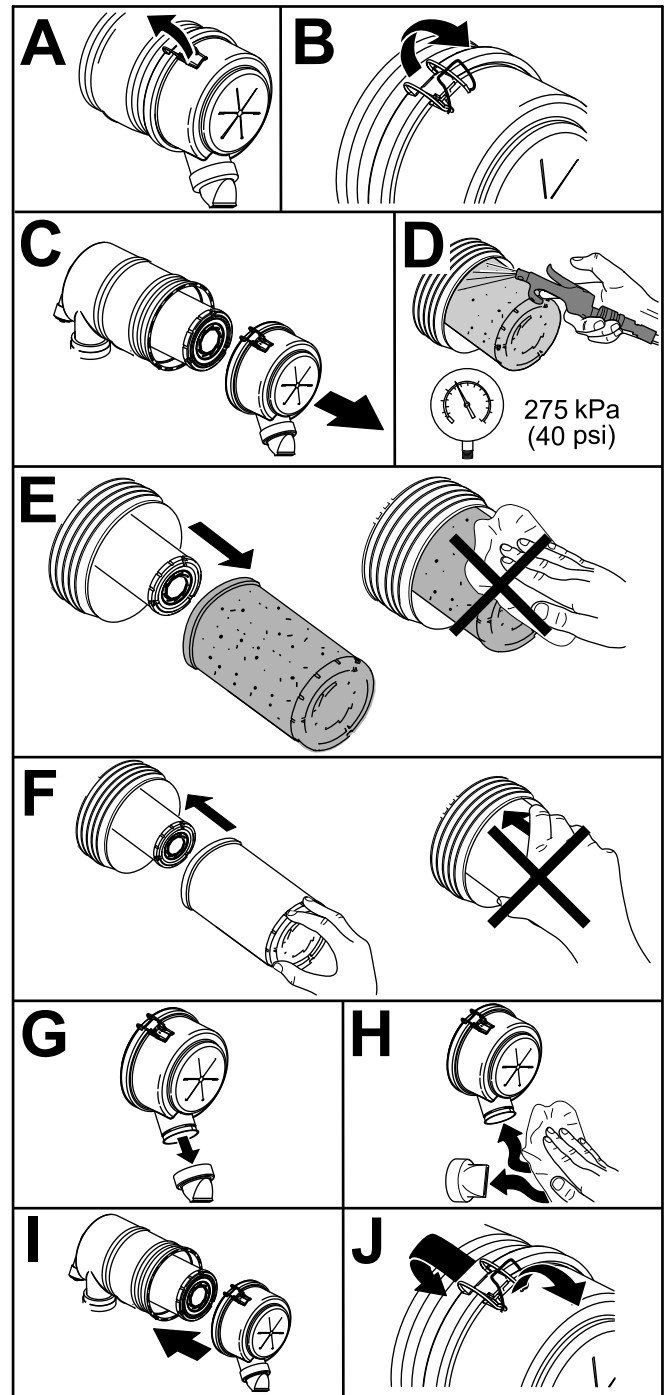

Figura 83
1. Cambie el limpiador de aire (Figura 83).